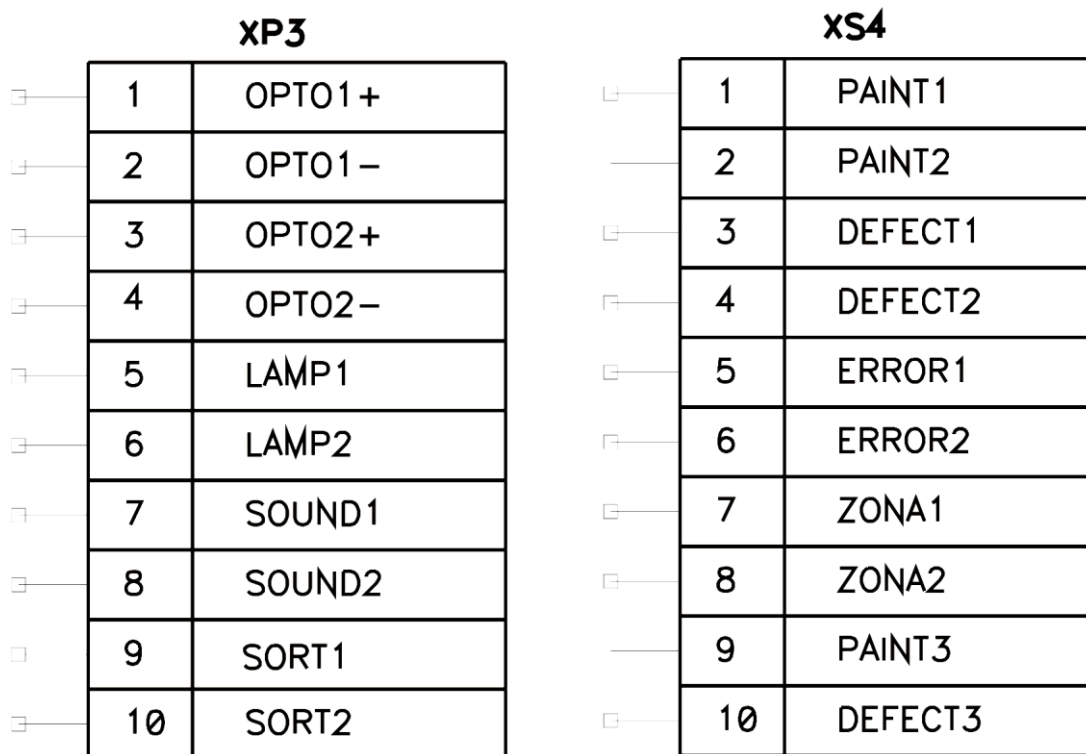

Рис. 7.1. Цоколевка разъемов автоматики
7.4. Внешние исполнительные устройства подключить к блоку электронному через разъемы «ВНЕШНЯЯ АВТОМАТИКА» XP3 и XS4 (ответная часть поставляется изготовителем дефектоскопа). Цоколевка разъемов представлена на рис. 7.1. Здесь OPTO1 и OPTO2 оптронные входы для приема сигналов от внешних устройств; LAMP и SOUND – релейные выходы световой и звуковой сигнализаций дефектов, соответственно; SORT – релейный выход управления сортировщиком изделий; PAINT – релейный выход управления краскоотметчиком (PAINT2 и PAINT3 объединены между собой); DEFECT – релейный выход фиксации дефектов (DEFECT2 и DEFECT3 объединены между собой); ERROR – релейный выход сигнализации о неисправности дефектоскопа; ZONA – релейный выход нахождения объекта контроля в рабочей зоне блока преобразователя.